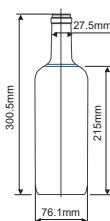
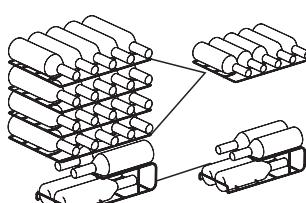
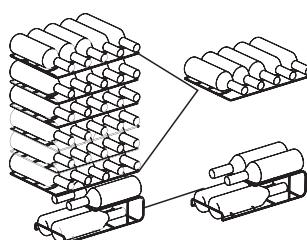

Fig.1
Fig.2
Fig.3
- Capacitatea de depozitare a sticelor în dulapul pentru vinuri (MDRW111FGG prezentată în Fig.2, MDRW150FGG prezentată în Fig.3) se bazează pe următoarele dimensiuni de sticile marcate (Fig.1). Sticile de dimensiuni mari pot influența numărul de stice depozitate în vitrina de vin.
- Pentru modelul MDRW111FGG: Volumul maxim de îmbuteliere recomandat este de 24 de stice, conform Fig.2
- Pentru modelul MDRW150FGG: Volumul maxim recomandat de îmbuteliere este de 34 de stice, conform Fig.3